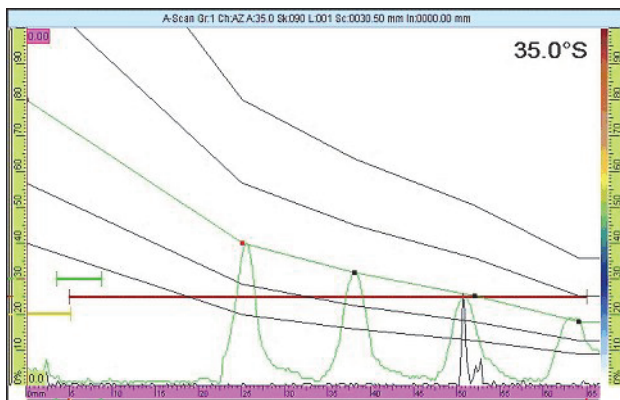

图 6-8 DAC 曲线的确认
3. 在每个反射体上进行扫查，并确认所有反射体的信号都在 DAC 曲线上（参见第 167 页的图 6-8）。